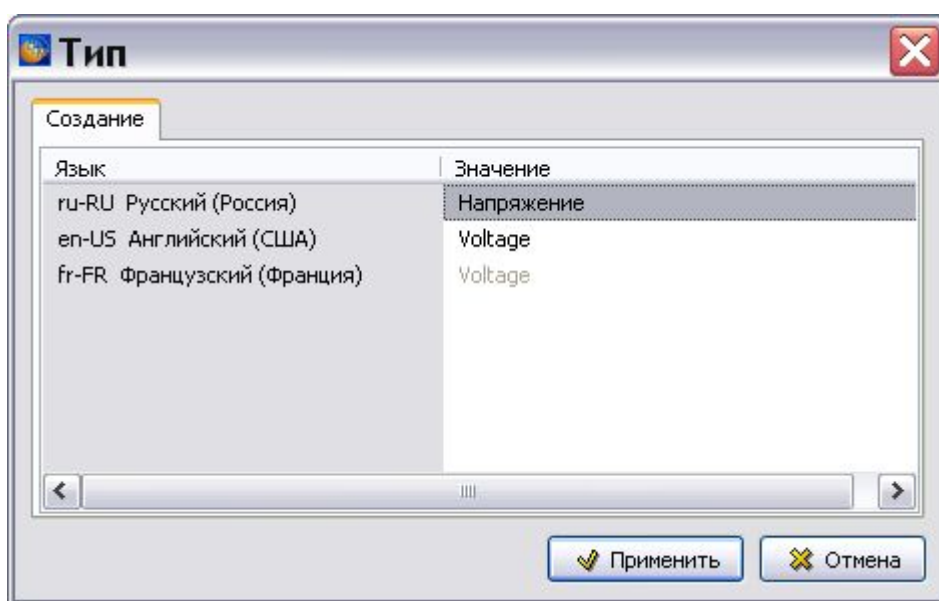

Рис. 2.121
- Нажатие на кнопку **Добавить**  приводит к открытию окна **Тип**, в которое вводятся параметры нового типа единиц измерения (Рис. 2.121).